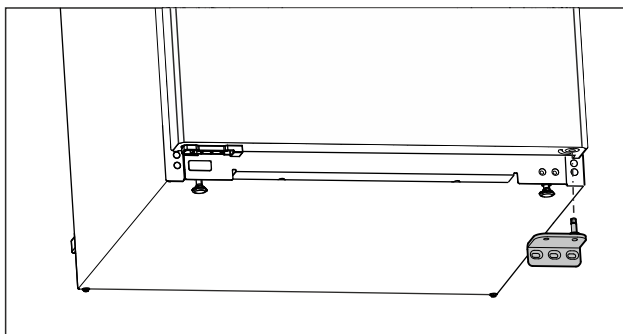

Fig. 15
- Hiqni nga poshtë bazamentin mbështetës. (shihni Fig. 15)